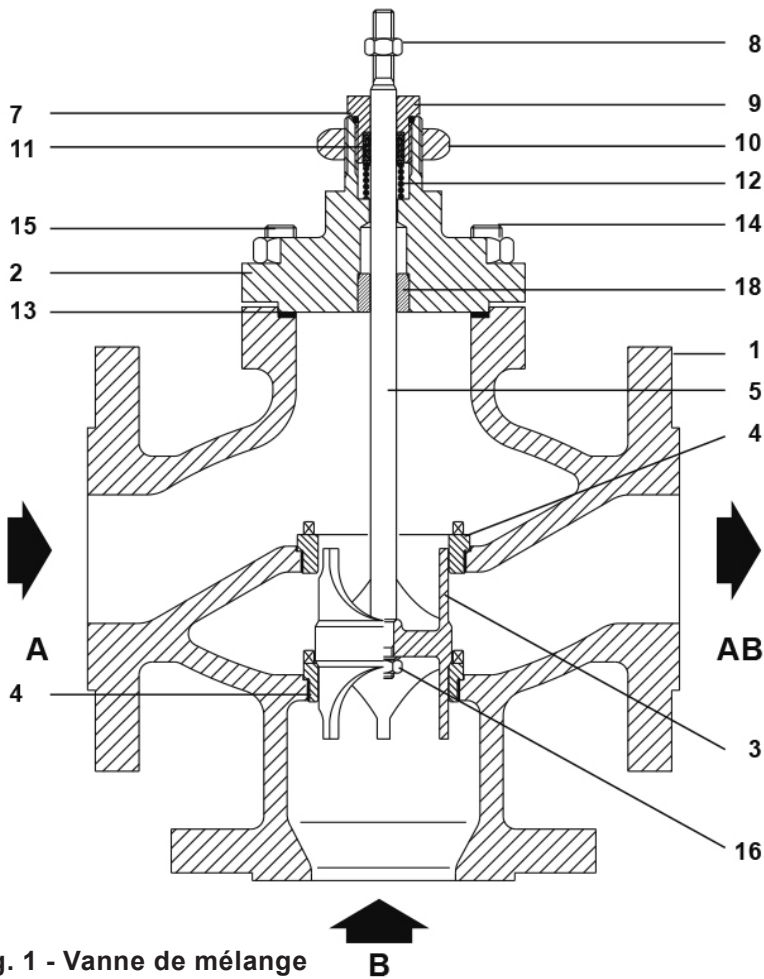

Fig. 1 - Vanne de mélange
4.2.1 Procédure pour le remplacement des bagues en PTFE (se référer aux Fig. 1, 2 et 6)
4.2.2 Procédure pour le remplacement des bagues d'étanchéité en graphite (se référer aux Fig. 1, 2 et 7)